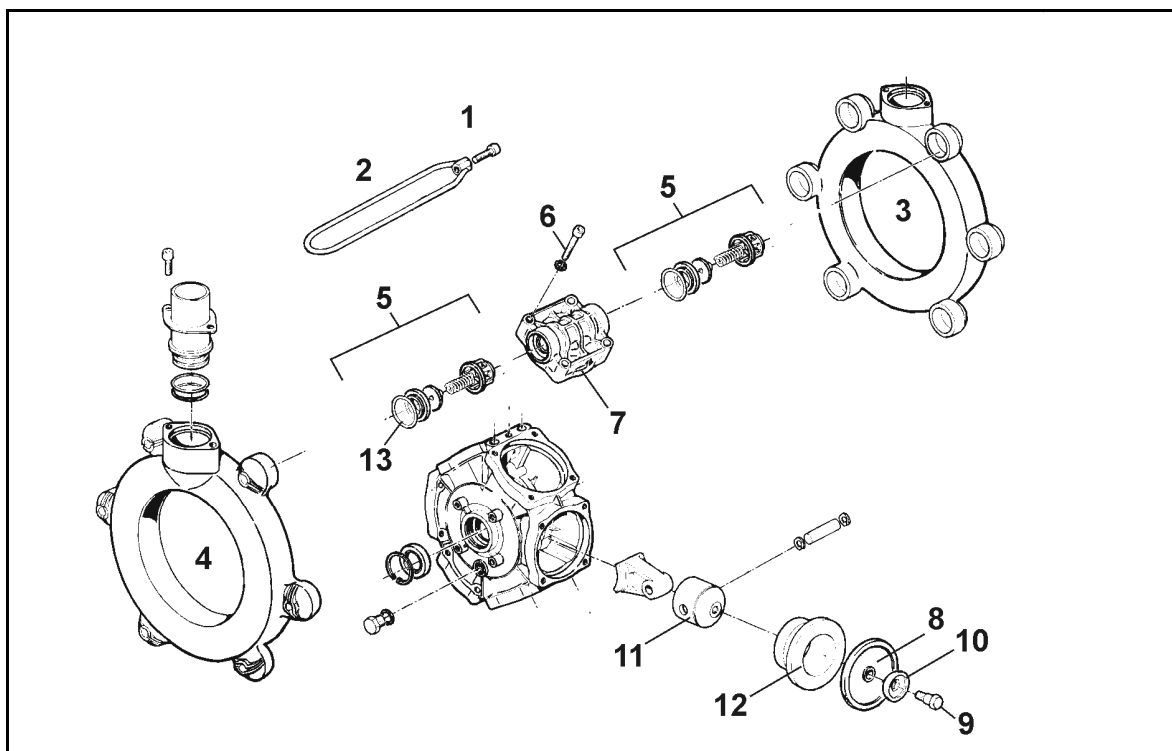

Fig. 160
- Verifique a membrana de pistão (Fig. 160/8), no mínimo, uma vez por ano, através de desmontagem, em relação a um estado perfeito.
- Preste atenção à respetiva posição de montagem das válvulas do lado de aspiração e de pressão, antes de retirar os grupos de válvulas (Fig. 160/5).
2. Soltar os parafusos (Fig. 160/1) e retirar os esticadores (Fig. 160/2).
3. Retirar o canal de aspiração e de pressão (Fig. 160/3, Fig. 160/4) incluindo os grupos de válvulas (Fig. 160/5).
4. Após retirar os parafusos (Fig. 160/6), retirar a cabeça cilíndrica (Fig. 160/7).
5. Verificar a membrana de pistão (Fig. 160/8).
- Fixar a membrana de pistão (Fig. 160/8) de tal modo com o disco de retenção (Fig. 160/10) e o parafuso (Fig. 160/9) no pistão (Fig. 160/11), de modo a que o bordo aponta para o lado da cabeça cilíndrica (Fig. 160/7).
- É absolutamente necessário apertar os parafusos (Fig. 160/1) em cruz, com o binário indicado. Um aperto incorreto das porcas dá origem a deformações e, deste modo, a fugas.
1. Soltar o parafuso (Fig. 160/1) e retirar a membrana de pistão (Fig. 160/8) em conjunto com o disco de retenção (Fig. 160/10) do pistão (Fig. 160/11).
3. Retire o cilindro (Fig. 160/12) da caixa da bomba.
6. Volte a introduzir o cilindro (Fig. 160/12) na caixa da bomba.
7. Montar a membrana de pistão (Fig. 160/8).
8. Unir a cabeça cilíndrica (Fig. 160/7) por flange na caixa da bomba e apertar os parafusos (Fig. 160/6) de modo uniforme em cruz.
9. Montar os grupos das válvulas (Fig. 160/5) após verificação e limpeza.
10. Aplicar as juntas circulares novas (Fig. 160/13).
11. Unir o canal de aspiração (Fig. 160/3) e de pressão (Fig. 160/4) por flange à caixa da bomba.
12. Aperte os parafusos (Fig. 160/1) em cruz com um binário de aperto de **11 Nm**.